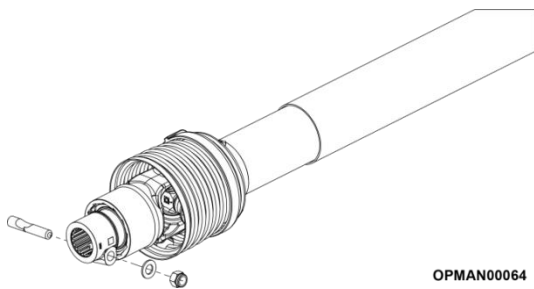

Рис. 4.11 – Удалить конический штифт
- 4.5.1.1 Продолжите снимать конический штифт, плоскую шайбу и гайку со стороны поворотной косилки вала первичного ВОМ. Смотрите рисунок 4.11.
- 4.5.1.8 Для полного снятия вала снимите конический штифт, плоскую шайбу и гайку со стороны роторной косилки; см. рисунок 4.11.